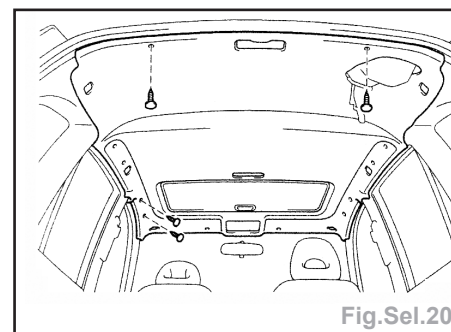

Fig.Sel.20
- la garniture de pavillon (fig.Sel.20).